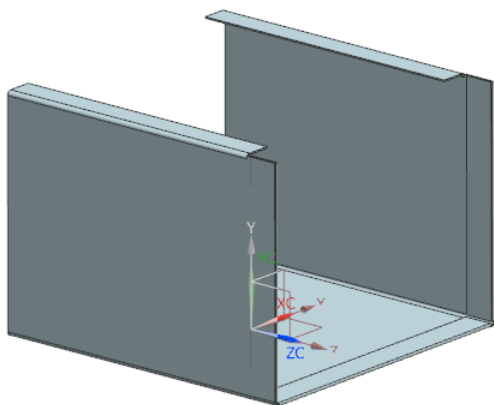

图 7-100 弯边 2 特征示意图
(5) 在“弯边”对话框中单击 **确定** 按钮创建弯边特征，如图 7-100 所示。